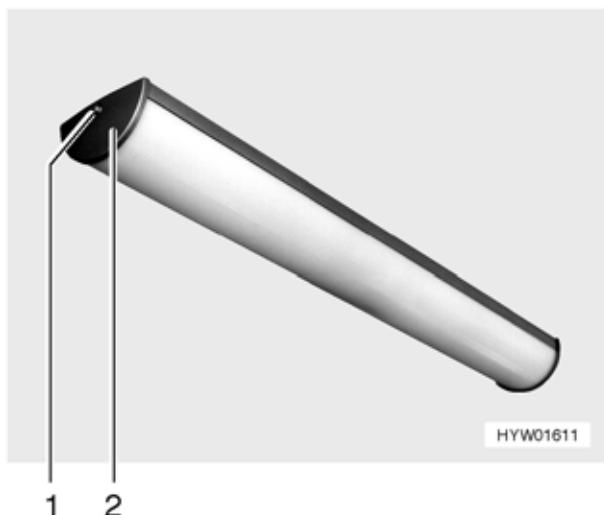

Fig. 166 Plafoniera del vano abitabile
- Svitare la vite (Fig. 166,1) e smontare la copertura (Fig. 166,2).